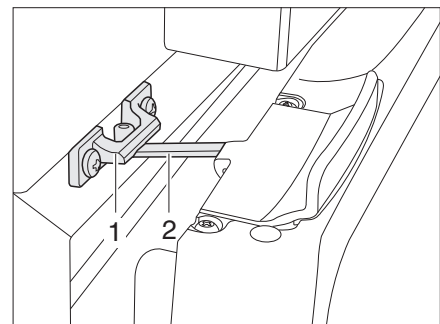

Bild 364 Kühlschranktür in Lüftungsstellung (Thetford)
- Verriegelung (Bild 364,2) aufklappen und in der Verriegelungsaufnahme (Bild 364,1) einrasten. Die Kühlschranktür bleibt damit leicht geöffnet.